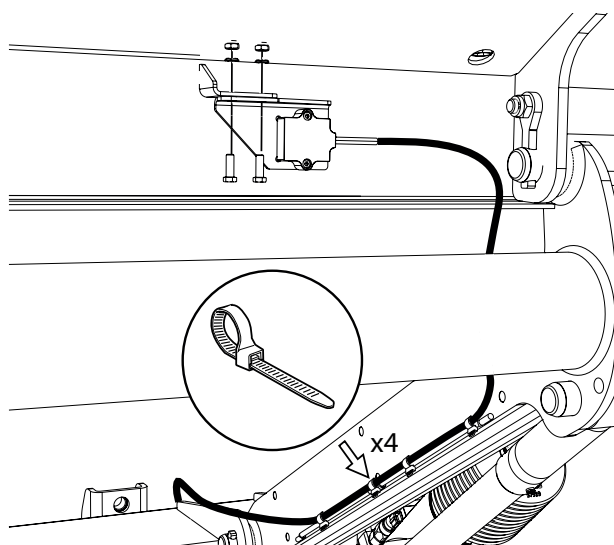

Bild 49. Montering Inklinometer
1. Montera inklinometern på plattformen, använd medföljande skruvar, muttrar och brickor och fäst kabeln med buntband, se Bild 49.